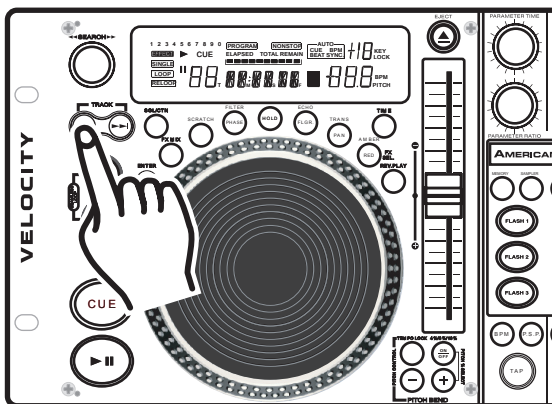
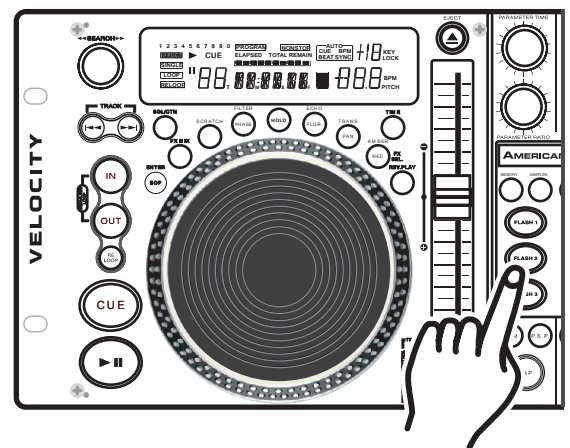

Figura 17
Figura 18
- 1) Cree un punto de referencia Cue siguiendo alguno de los dos métodos indicados más arriba, en la página 14. Pulse el BOTÓN MEMORY (12), como se indica en la Figura 17. La señal LED roja correspondiente a la memoria de referencia cue se iluminará para indicar que se acaba de activar la función para guardar en memoria. En este momento, se puede presionar alguno de los tres BOTONES FLASH (30) para almacenar el punto de referencia en la memoria (Figura 18). A continuación titilará brevemente la señal LED que corresponda al BOTÓN FLASH (30) presionado. Dicha señal permanecerá iluminada en el BOTÓN FLASH (30) a fin de indicar que una muestra o punto de referencia cue ha sido guardado en la memoria. La señal LED roja se apagará.